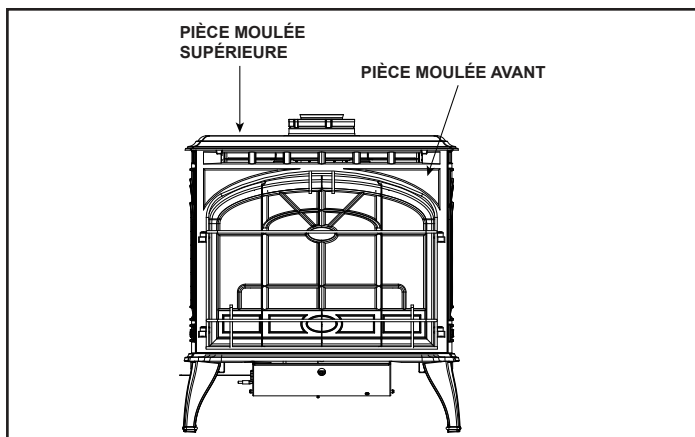

Figure 6.10 Retirer la pièce moulée
9. Retirez la pièce moulée avant et la barrière de sécurité, si ce n'est déjà fait, en la saisissant par le sommet et en la soulevant. La pièce moulée supérieure pourrait devoir être légèrement soulevée pour permettre le retrait de la pièce moulée avant. Voir la Figure 6.10.